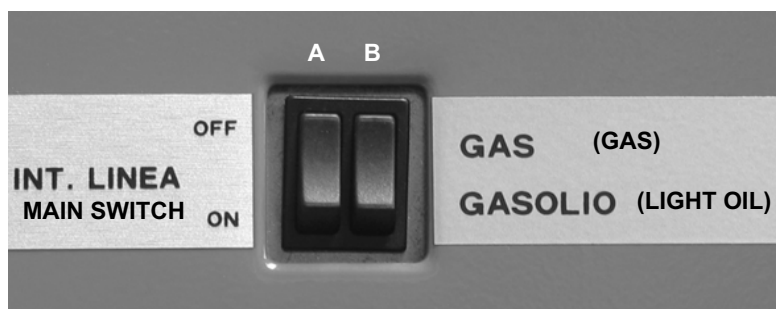

Fig. 25
- Alegeti combustibilul cu ajutorul butonului dedicat (B din Fig. 25), aflat pe carcasa arzatorului ;
- Porniti alimentarea prin comutatorul principal (A din Fig. 25) ;